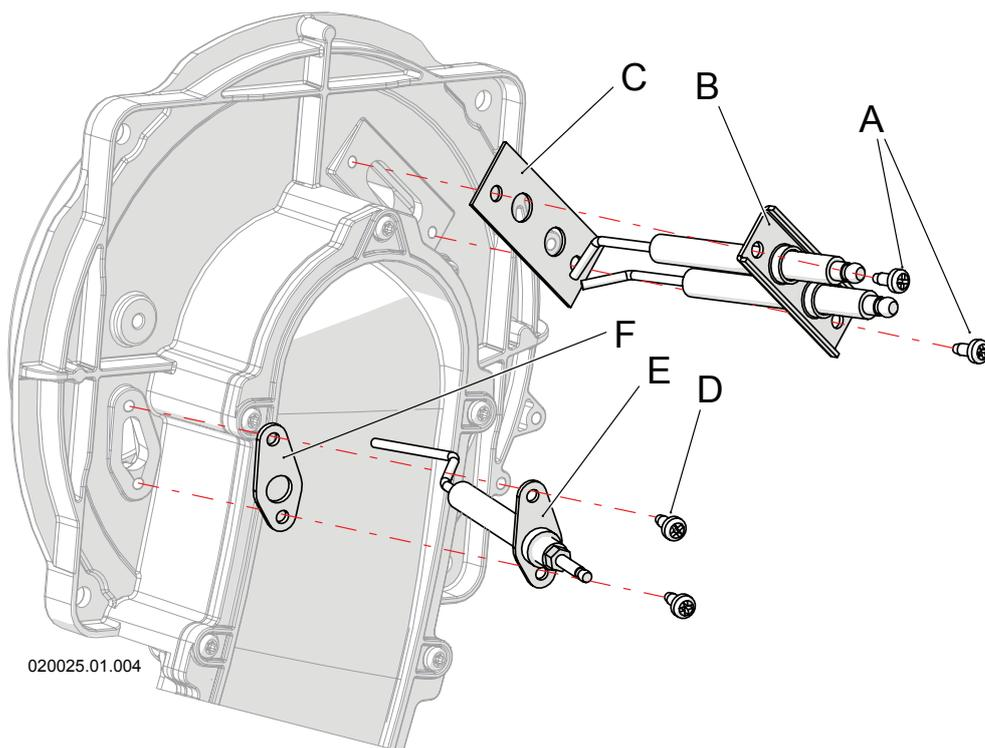

Figura 8-4 - Desmontaje de los electrodos
- 5.- Desmonte los electrodos "B" o "E" que vaya a sustituir, desenroscando los tornillos "A" o "D" de la Figura 8-4 y asegurándose de quitar también las juntas "C" y "F";